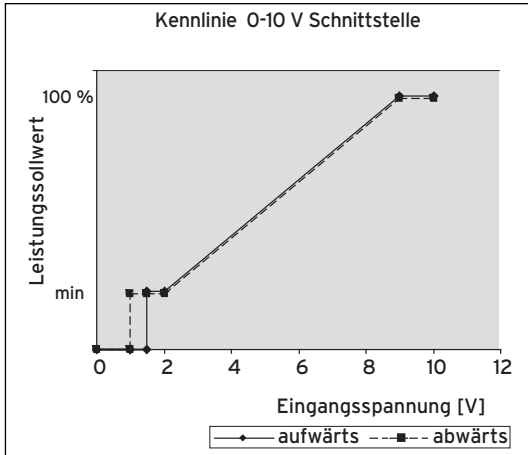
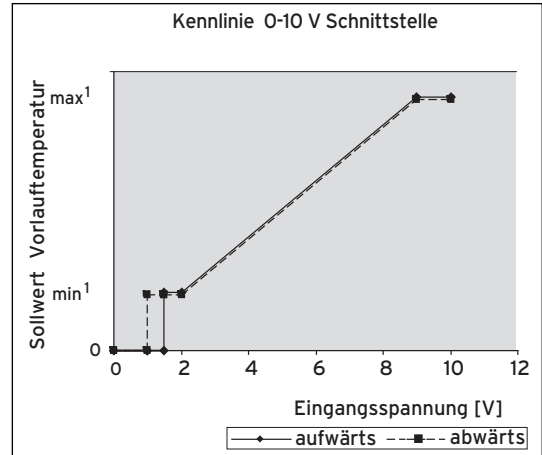
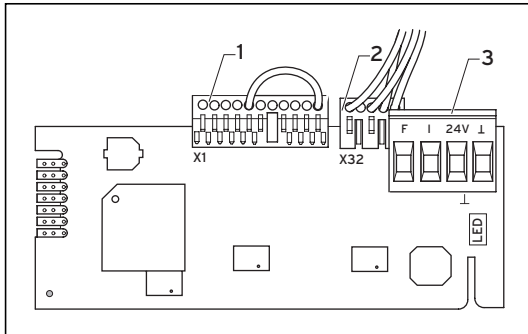

Abb. 3.1 Kennlinie Schnittstelle 0-10 V mit Leistungssollwert
Abb. 3.2 Kennlinie Schnittstelle 0-10 V mit Sollwert für Vorlauftemperatur
Abb. 3.4 Anschlüsse bei Vorlaufftemperatursollwert (mit Stecker X1)
Die Schnittstelle 0-10 V --> eBus VR 34 kann entweder einen Leistungssollwert (Abb. 3.1) oder einen Vorlauftemperatursollwert (Abb. 3.2) vorgeben.
Im Auslieferungszustand ohne aufgesteckten Stecker X1 wird gemäß Abb. 3.1 ein Leistungssollwert umgesetzt.
- Stecken Sie zur Ausprägung eines Vorlauftemperatursollwertes (Abb. 3.2) den Stecker X1 mit der Kabelbrücke auf den Steckplatz X1 (s. Abb. 3.4).